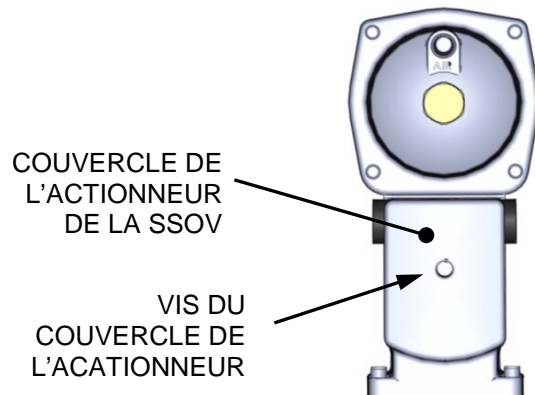

Figure 5-6. Emplacement du couvercle de l'actionneur de la SSOV
4. Retirer le couvercle de la SSOV en desserrant la vis illustrée à la figure 5-6. Lever le couvercle pour accéder aux bornes de connexions du câblage.